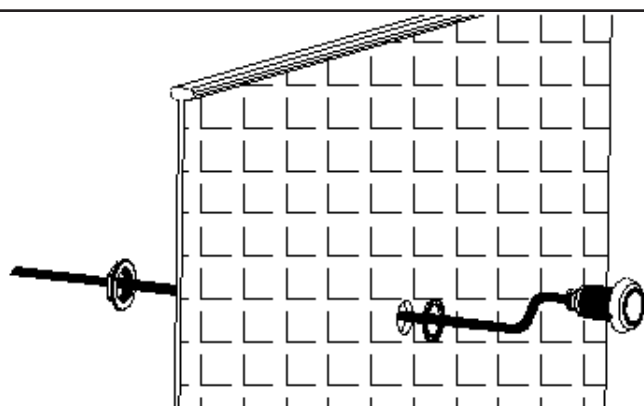

FIG. 4
2. Den Strahler im Inneren des Schwimmbeckens zusammen mit der flachen Dichtung anbringen und die Schraube 1"¼ GAS vom äußeren Teil des Beckens aus einschrauben (Abb. 4).